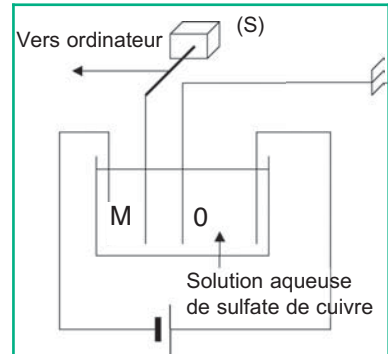

Fig.3 : Schéma du montage potentiométrique
On peut réaliser une acquisition et un traitement informatique des mesures. A cette fin, on relie le solide (S) à un montage potentiométrique qui permet de mesurer la différence de potentiel entre le point M qui correspond à la position de (S) à un instant  $t$  et le point O qui correspond à la position de (S) au repos et qui sera prise comme origine des abscisses. La tension  $U_{OM}$  est proportionnelle à l'abscisse  $x$  du point M (Fig.3).